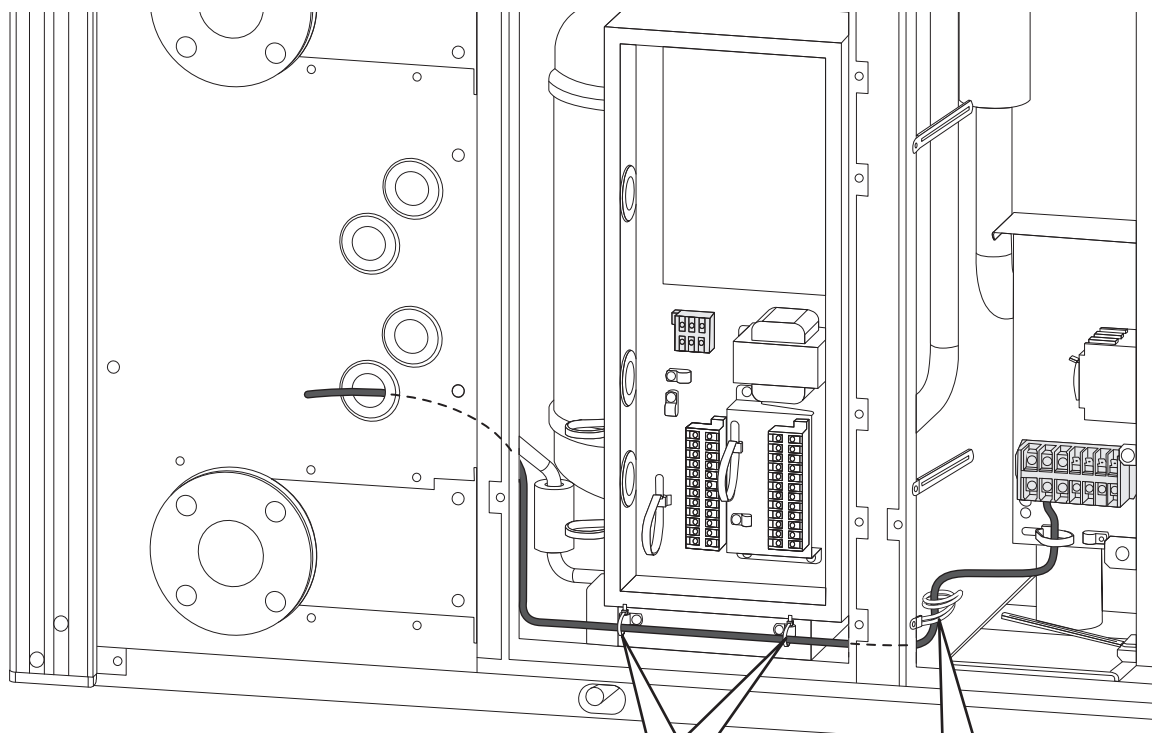

図2
- ① 電源線（TB1）を配線引込口よりユニット内部引き込んでください。（図2参照）
- ② 図2の通りに電源線をユニット内部に引き回して、端子台に接続してください。（図3参照）
- ③ 図2,3のように電源端子台下の再生結束バンドとフレームに取り付けのバンドで固定して、配線固定具に付属のバンドで固定してください。